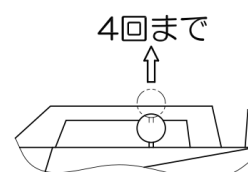

Fig.7
- 4) 2～3 秒待ち、モーターの音が高まったところで、フィルタークリーニング用ノブを上引き上げ、手放します。これを 3～4 回実施し、フィルタークリーニングを行ってください。(Fig.7)